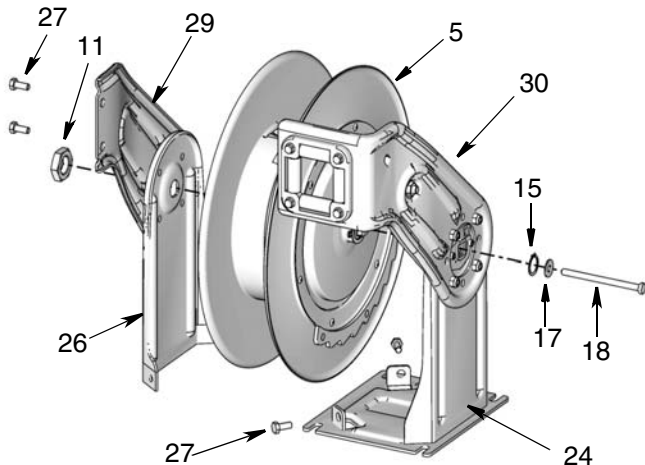
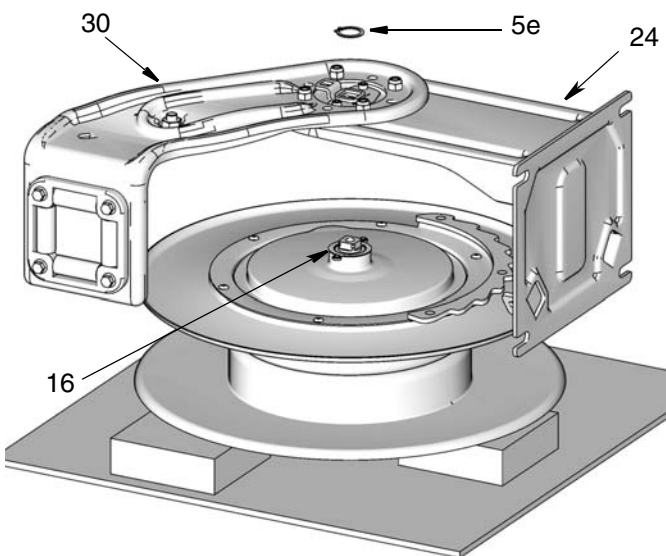

ABB. 16
ABB. 17
- Entnehmen Sie die große Mutter (11) (ABB. 16).
- Entnehmen Sie die beiden Schrauben (27), die den Fuß (26) am Sockel (24) halten und die beiden Schrauben (27), die den Führungsarm (29) am Führungsarm (30) halten (ABB. 16).
- Entfernen Sie den Führungsarm und die Fußeinheit komplett (26/29) in einem Teil und legen Sie es für den Einbau der neuen Spule beiseite (ABB. 16). Diese Teile müssen nicht auseinander genommen werden.
- Legen Sie den Schlauchaufroller auf die Seite, so dass Sie leicht an den Führungsarm und den Fuß (24/30) gelangen. Entfernen Sie die lange Schraube (18) und die Unterlegscheiben (15/17) (ABB. 16 und ABB. 17).
- Entfernen Sie den Sprengring (5e) (ABB. 17).
- Legen Sie die neue Spule (5) seitlich auf eine Werkbank. Stellen Sie sicher, dass die flache Seite der Spule auf den Tisch und die Seite mit der Verzahnung nach oben weist, wie in ABB. 17 dargestellt.
HINWEIS: Es ist einfacher, den Führungsarm mit Fußeinheit auf der Spule zu befestigen, wenn die Spule gesichert ist und möglichst eben aufliegt. Das Unterlegen von einigen Holzstücken mit einer Dicke von circa 1 Zoll, wie in ABB. 17 (Seite 22) dargestellt, kann dabei hilfreich sein, die Spule beim Einbau des Arms abzustützen.
19. Bauen Sie die große Mutter (11) ein ABB. 16, Seite 22. Ziehen Sie die Mutter mit einem Drehmoment von 378 - 467 N.m (85-105 ft lbs) fest.
20. Ziehen Sie die Schraube (18) an.
21. Richten Sie Führungsarm (29) und Führungsarm (30) aus. Montieren Sie die Schrauben (27). Ziehen Sie die Schrauben mit einem Drehmoment von 89 - 133 N.m (20-30 lbs) fest.
22. Richten Sie die Fußeinheit (26) am Sockel (24) aus. Montieren Sie die 2 Schrauben (27). Ziehen Sie die Schrauben mit einem Drehmoment von 89 - 133 N.m (20-30 lbs) fest.